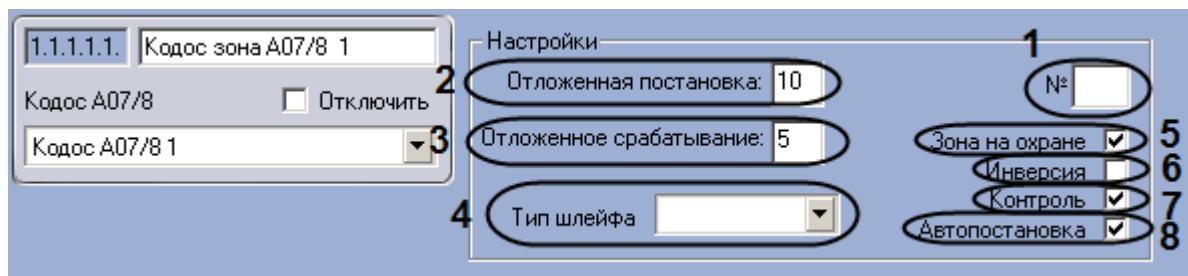

Рис. 3.6—13 Настройка шлейфа адресного блока Кодос А-07/8
- В поле **№** ввести аппаратный адрес подключения шлейфа (см. Рис. 3.6—13, 1).
- Указать в поле **Отложенная постановка** период времени в секундах, который должен пройти с момента посылки на шлейф команды постановки на охрану до постановки шлейфа на охрану (см. Рис. 3.6—13, 2).